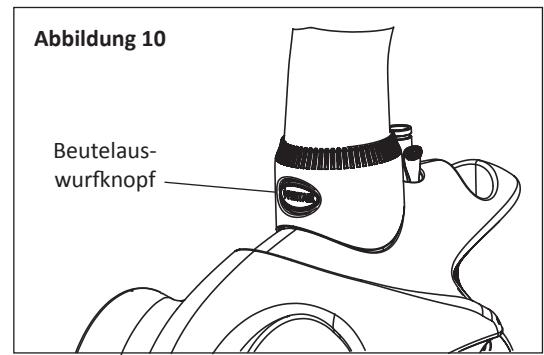

Abbildung 10
2. Drücken Sie den Freigabeknopf auf dem Saugrohr des Reinigers und ziehen Sie den Beutel vorsichtig vom Reiniger herunter. Siehe **Abbildung 10**.